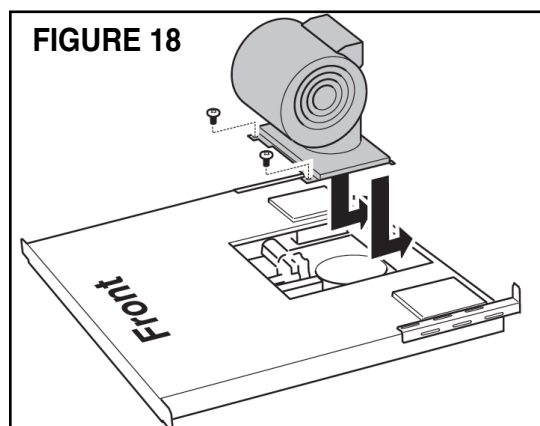

FIGURE 18
- Monter le ventilateur à l'avant de la hotte à l'aide de deux vis tout en positionnant la bague de ventilation dans l'ouverture du couvercle (FIGURE 18)